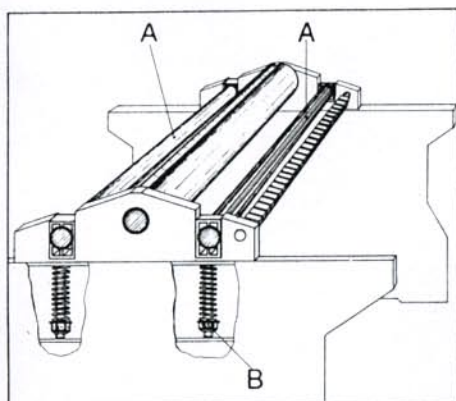

Fig. 19
The feed-mechanism includes two rollers (A) both spring loaded. Adjustment of the spring tension is effected by means of nut (B) fig. 19.
Il meccanismo di avanzamento comprende due rulli (A) caricati da una molla. La regolazione della tensione della molla viene effettuata mediante il dado (B) fig. 19.
Le mécanisme d'avancement comprend deux cylindres (A). La pression de ces cylindres est assurée par des ressorts. Le réglage de la pression se fait par l'intermédiaire des écrous (B) fig. 19.
Het aanvoermecanisme omvat twee met drukveren uitgeruste rollen (A). De veerspanning kan geregeld worden met regelmoe (B), fig. 19.